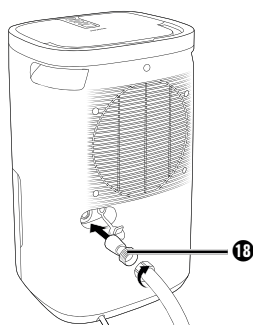

Fig. 3
- ◆ Skru nu en haveslange på EU-haveslangeadapteren **18** ved hjælp af EU-haveslangeadapteren **18** (se fig. 3).